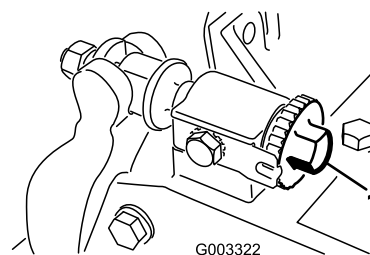

Figure 7
- A. Tournez les vis de réglage de la barre d'appui dans le sens horaire (Figure 7), 1 cran à la fois, jusqu'à ce que vous sentiez et entendiez un léger contact.